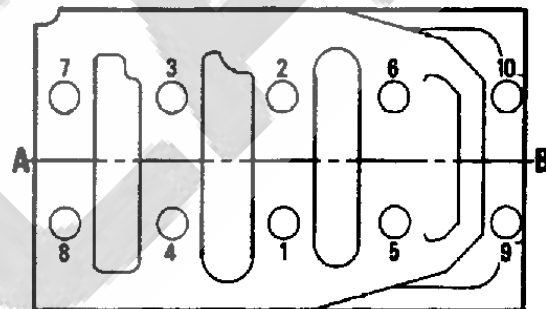

Figura 75
4. Lubricar los tornillos (2) con aceite UTM, montar y apretarlos a un par de 160 Nm, en la secuencia de apriete de la figura 75, utilizando un orquímetro (1).